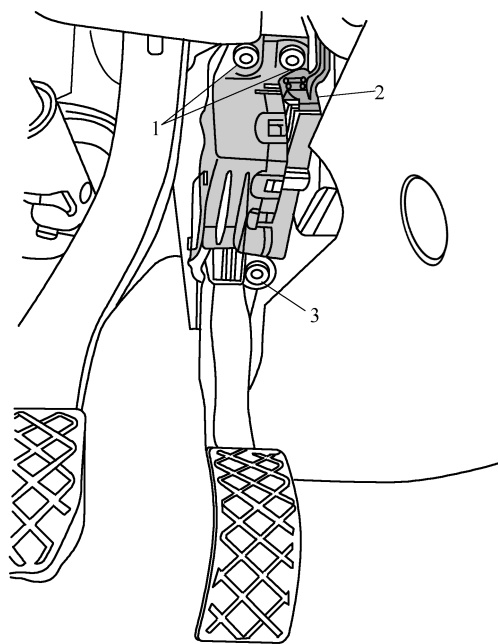

图 1-4-31 拆下加速踏板模块
(1) 拆下驾驶员侧下部仪表板护板。
(2) 如图 1-4-31 所示，脱开插接器 2，旋出螺栓 1 和 3，拆下加速踏板模块。